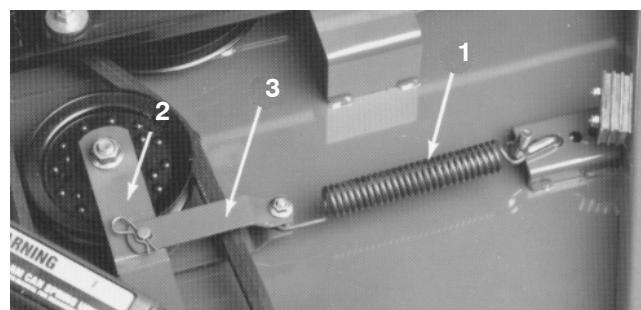

Bild 21
2. Haken Sie die Feder von der Spannarmhalterung aus, um die Riemenspannung zu lösen (Bild 21). Nehmen Sie den Splint und den Lastösenbolzen ab, mit denen die Spannarmhalterung am Spannarm befestigt ist.
7. Befestigen Sie die Spannarmhalterung mit dem Lastösenbolzen und dem Splint am Spannarm (Bild 21). Haken Sie die Feder in der Spannarmhalterung ein. Verlängern Sie die Feder auf ungefähr 18 cm, um die richtige Spannung des Treibriemens sicherzustellen. Wenn die Feder nicht auf diesen Wert verlängert ist, setzen Sie die Federstange in ein anderes Befestigungslöch, das weiter vom Riemen entfernt ist.